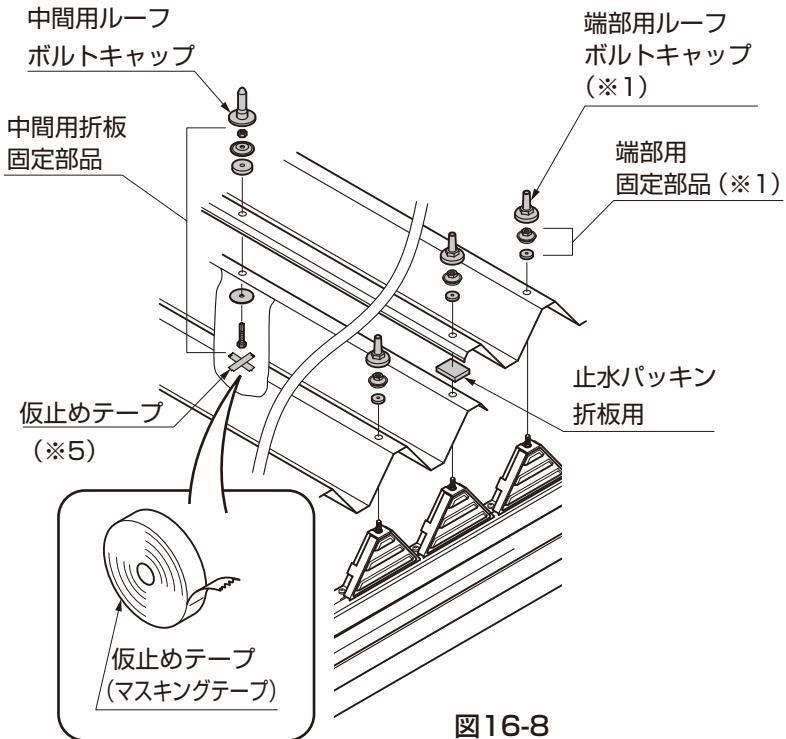
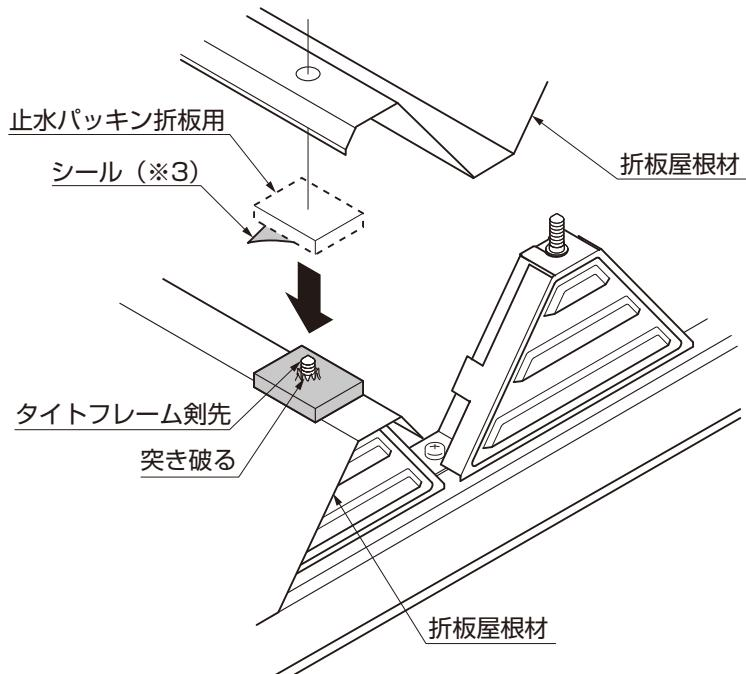

図16-8
図16-9
- ①止水パッキン折板用の裏板シール(※3)をはがし、正面(シャッター側)の横樋梁用のタイトフレームからでている剣先を突き破って貼付けてください。(図16-7、図16-9参照)
- ④止水パッキン折板用の裏板シール(※3)をはがし、折板屋根材の重ね合わせ部の剣先を突き破って、貼付けてください。その後、2枚目以降の折板屋根材を載せてください。(図16-8、図16-9参照)
- ⑤折板屋根材の両端部を、端部用固定金具で組付けてください。(図16-7、図16-8参照)
- ⑥横樋梁用と折板屋根材の中間部の下から、中間用折板固定部品の固定ボルト(※4)を差込んでください。(図16-8、図16-10参照)
- ⑦中間用折板固定部品の部品すべてを締め付けたのち、仮止めテープをはがしてください。(図16-8参照)